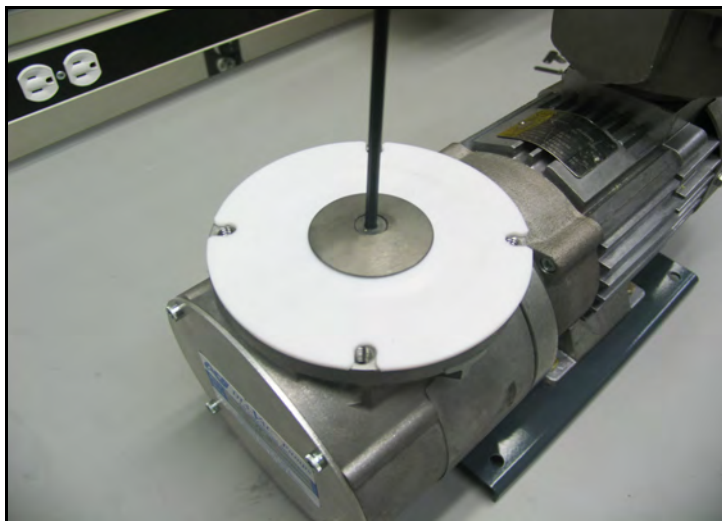

Figura 77: Retirada del diafragma y de la placa de presión
9. El diafragma se fija mediante un único tornillo situado en su centro. Retire el tornillo de 5/32" con una llave Allen de 5/32" (consulte la Figura 77). El diafragma y su placa de presión podrán levantarse fácilmente.